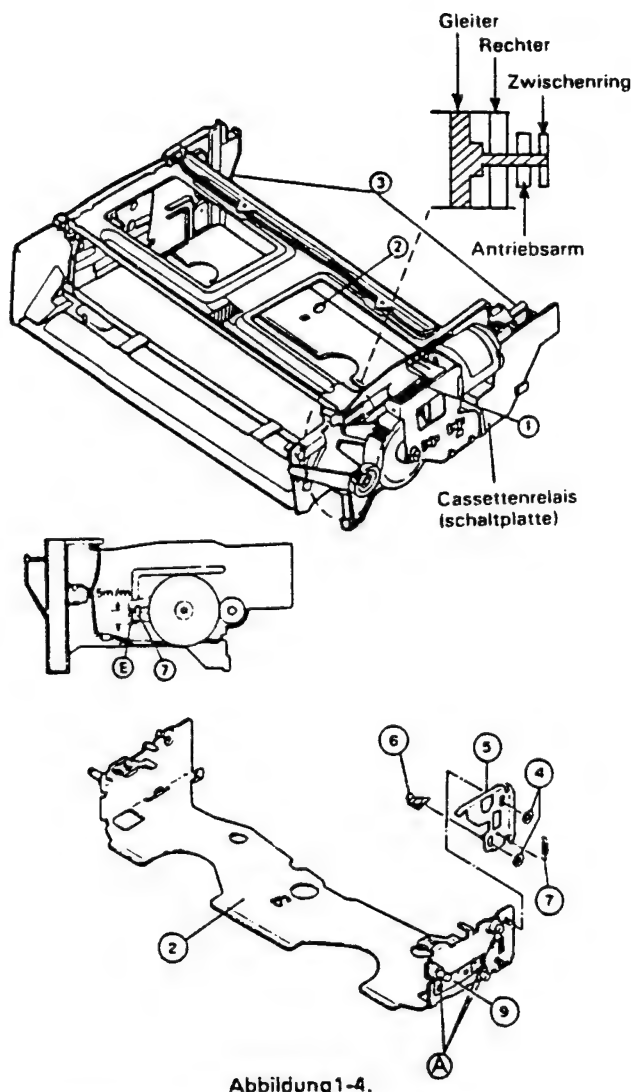

Abbildung 1-4.
• Demontage (Abb. 1-4)
2. Das Schneckenradgetriebe ① von Hand im Gegenuhrzeigersinn drehen, bis die Cassetten-Gleiter-Baugruppe ② die Bodenposition erreicht.
3. Die linken und rechten Seitenrahmen ③ leicht erweitern, damit die Zungen ④ der Cassetten-Gleiter-Baugruppe ② aus den Öffnungen der rechten und linken Seitenrahmen entfernt werden können.
4. Ohne die Haken zu verbiegen, die Hebelfeder ⑦ von Gleiter ② und Cassettenhebel ⑤ entfernen.
5. Den Zwischenring ④ (1.4W6-0.5) von der Gleiterwelle entfernen.
6. Die Mitte des Cassettenhebels ⑤ drücken, um die Cassettenspitze ⑥ vom Cassettenhebel ⑤ herauschnappen zu lassen. Darauf achten, den Cassettenhebel ⑤ nicht zu verbiegen.